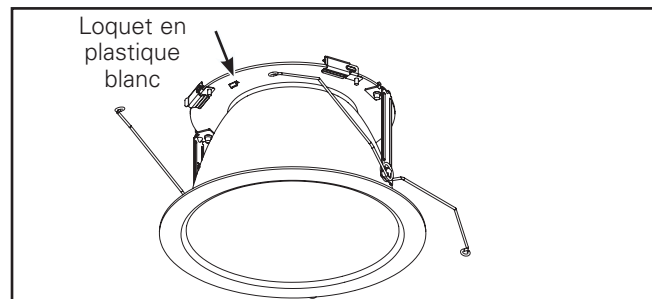

Figure 12
1. Appuyez sur le loquet en plastique blanc pour retirer le réflecteur supérieur et nettoyer la lentille. (Figures 12 & 13).